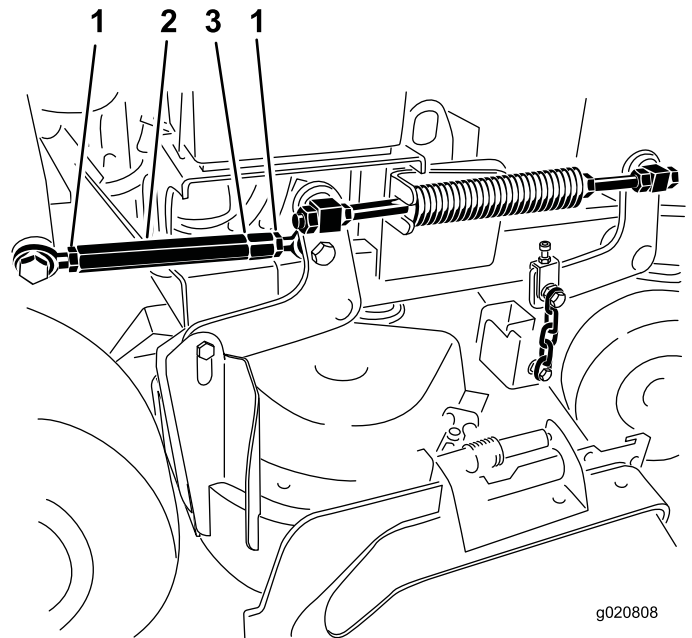

Figure 86
5. Desserrez les écrous de blocage à chaque extrémité du tendeur (Figure 86).
**Remarque:** L'extrémité du tendeur portant la gorge usinée est filetée à gauche (Figure 86).